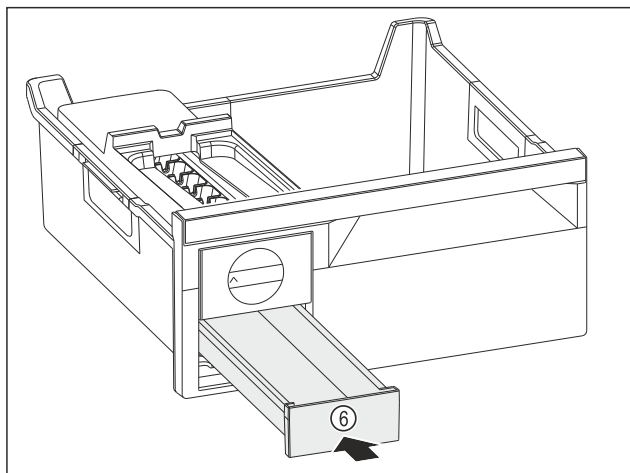

Fig. 141
- ▶ Sett inn isterningsskuffen Fig. 141 (6).